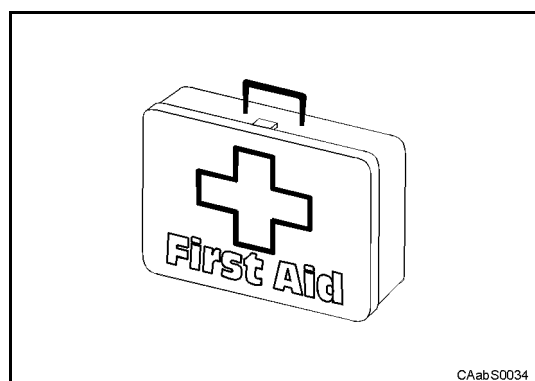

Fig. 9
- 15** Predisporre sempre le dotazioni di pronto intervento previste dalla normativa di sicurezza per gli ambienti di lavoro, come la cassetta di pronto soccorso (Fig. 9).
- 17** Predispose always the first aid equipment in agreement with the working environments regulations, like the first aid kit (Fig. 9).